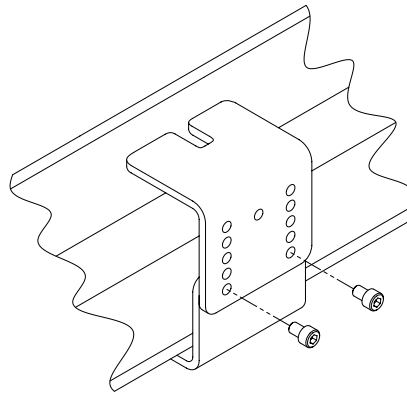

Figure 2 : Fixation de la plaque inférieure à la plaque arrière.
3. Placez la plaque inférieure sous la poutre du pont-élévateur à deux colonnes, entre la plaque arrière; fixez-la au moyen de 2 vis à tête creuse M8 x 1,25 x 12 (voir figure 2).